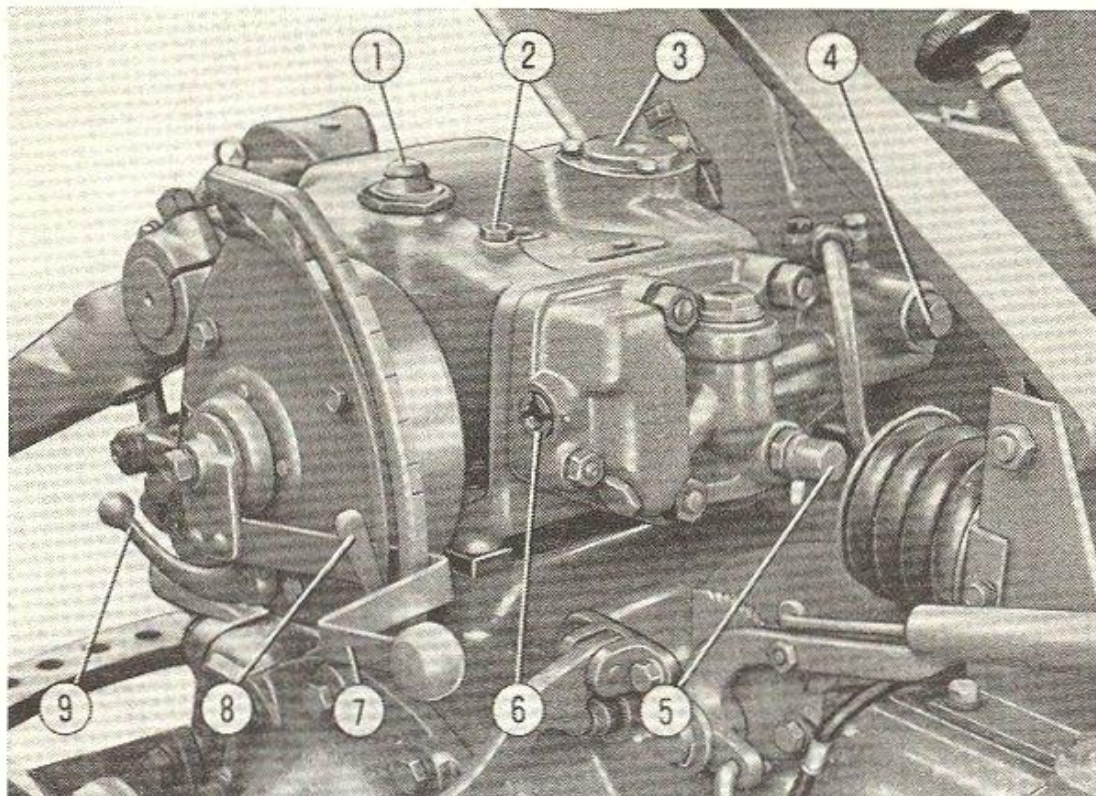

Fig. 17. - Dispositif de relevage.
- 1) à **position contrôlée**, par déplacement en bas du levier **9** de la fig. 17;
Manœuvre: déplacez le levier de commande (7, fig. 17) vers le haut pour relever l'outil, vers le bas pour le faire descendre; à chaque position de ce levier correspond une certaine hauteur de l'outil.
Manœuvre: chaque position du levier de commande (7, fig. 17) détermine un certain effort de traction, auquel fait pendant, pour chaque type de terrain, une certaine profondeur de labour. L'effort augmente en déplaçant le levier vers le bas et, par ce fait, augmente aussi l'enfoncement de la charrue.